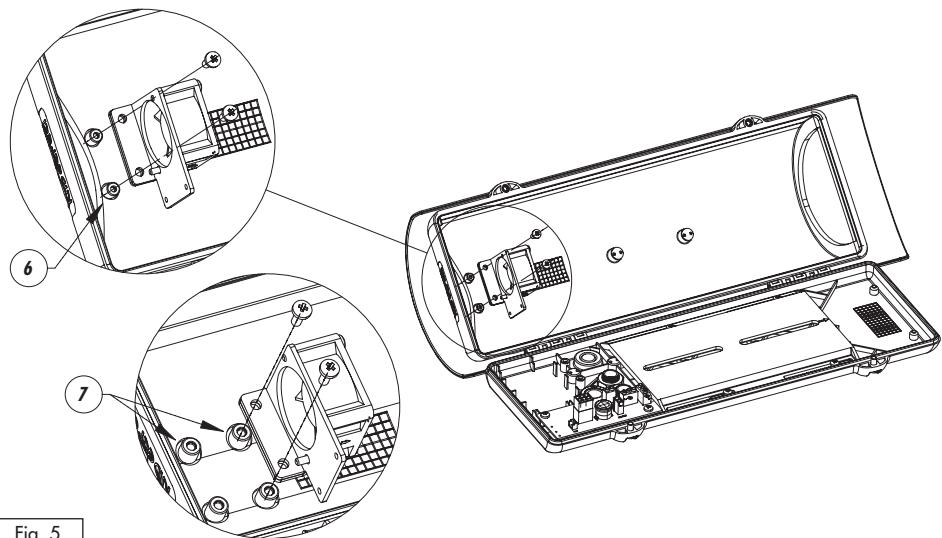

Fig. 5
2. Fixieren (Fig. 5) Sie den Lüfter mit einer winkelförmigen Bügelhalterung im Innern des Gehäusekorpus mit den beiliegenden Schrauben. Möglich sind eine Stellung für die 420mm-Version (6) und zwei für die 360mm-Version (7).
! Der Lüfter ist nach der Anleitung einzubauen (Fig. 5), damit die Luft im Gehäuse-innern richtig zirkulieren kann.